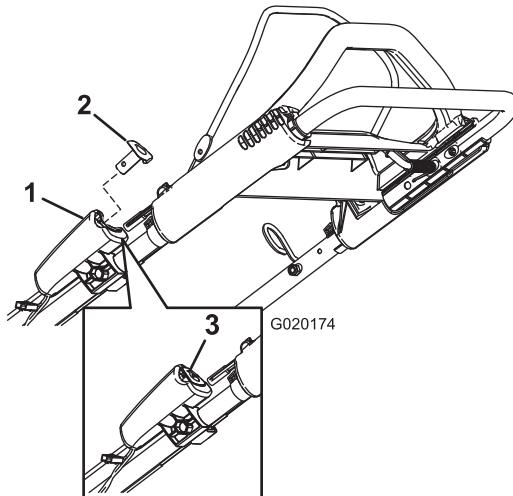
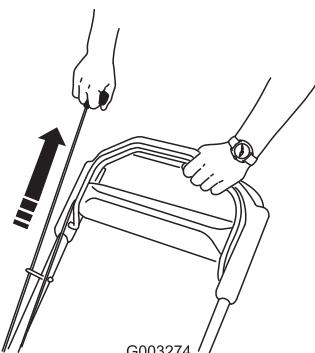

Figura 16
Figura 17
2. Pulse el botón de arranque eléctrico (modelo de arranque eléctrico solamente) (Figura 16) o tire de la cuerda del arrancador de retroceso (Figura 17).
Nota: Si se ha retirado el botón de arranque eléctrico, intodúzcalo en el arrancador eléctrico; consulte Figura 16 (modelo de arranque eléctrico solamente).